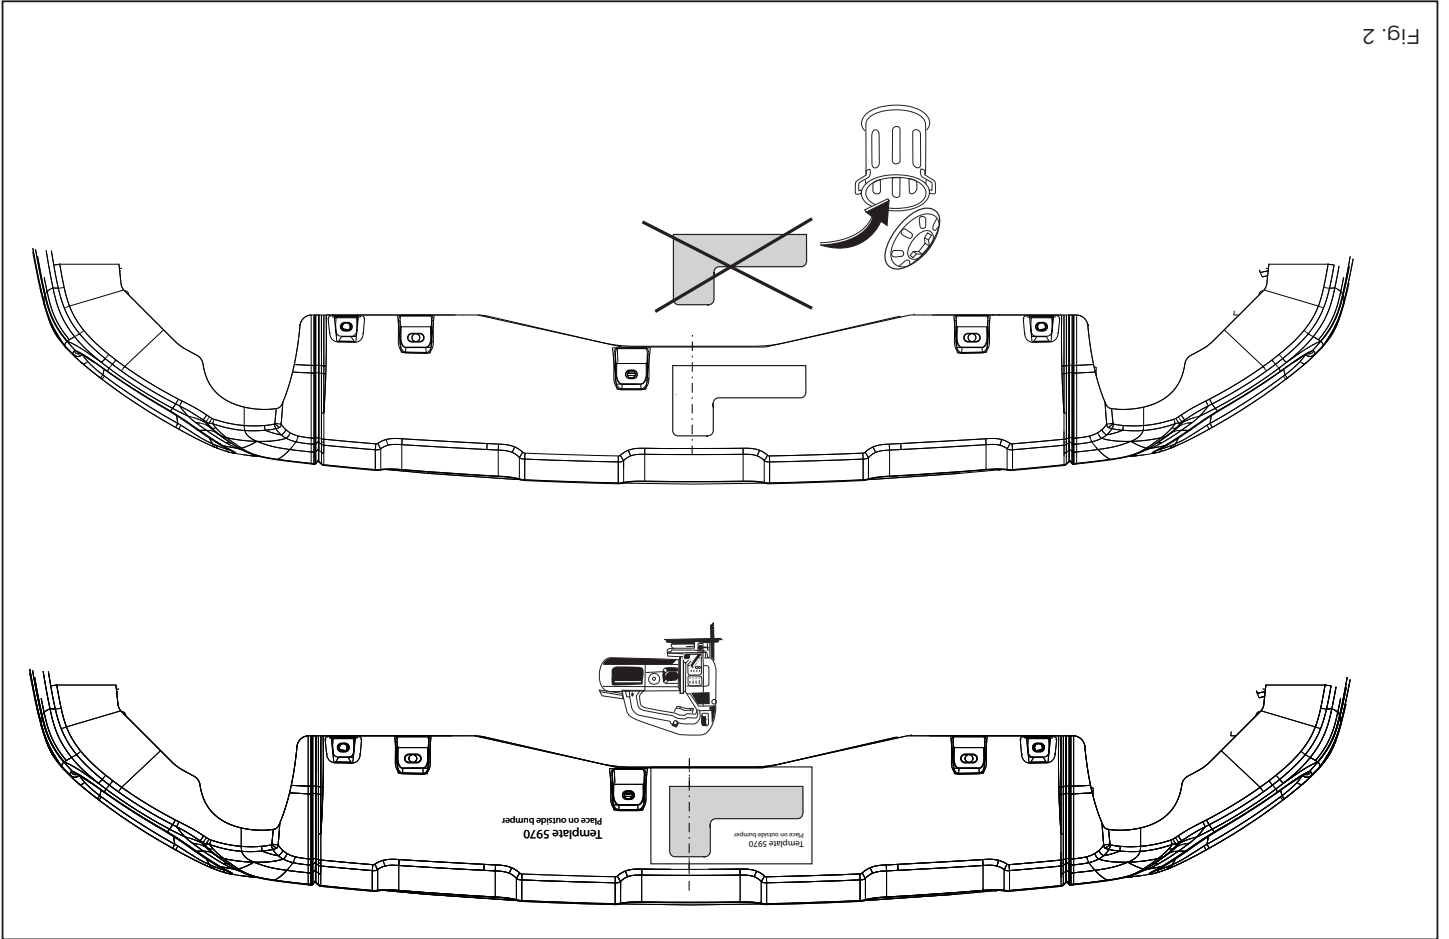

Fig. 2
5. Use the template to saw out the indicated section from the bumper. (place the template on the outside of the bumper). See figure 2.
4. Den angegebenen Teil mit Hilfe der Schablone aus der Stoßstange heraus schneiden. (Schablone außen auf der Stoßstange anlegen) Siehe Abbildung 2.